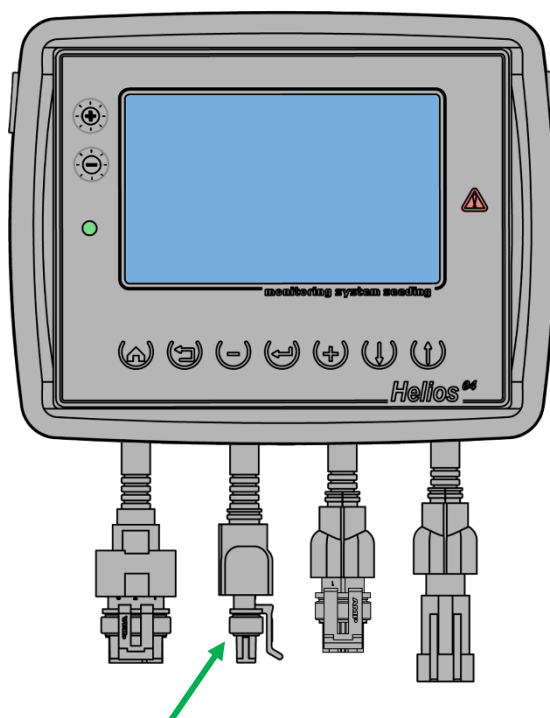

Рисунок 57 Кабельный ввод жгута связи RS-485
1. Отключите все датчики и актуаторы от кабельного ввода жгута связи на панели оператора (четырехконтактный разъем, см. Рисунок 57).
2. Датчик, которому нужно установить новый программный адрес, подключите к кабельному вводу жгута связи на панели оператора (см. Рисунок 57).